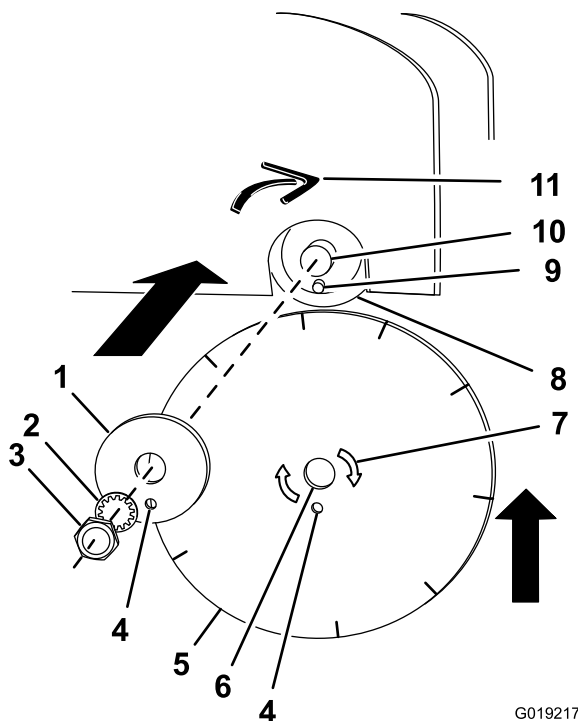

Figura 17
- Alinee el taladro del eje del disco de corte con el eje, y mueva el disco hacia el anillo interior (Figura 17).
- C. Alinee el taladro del perno de arrastre con el perno de arrastre que sobresale del anillo interior. Asiente el disco contra el anillo interior (Figura 17).
- D. Alinee el anillo exterior con el eje y muévelo hacia el disco (Figura 17).
- E. Alinee el taladro del perno de arrastre del anillo exterior con el perno de arrastre que sobresale a través del disco de corte, luego asiente el anillo contra el disco (Figura 17).
- G. Instale la arandela de freno y la tuerca del eje (Figura 17).